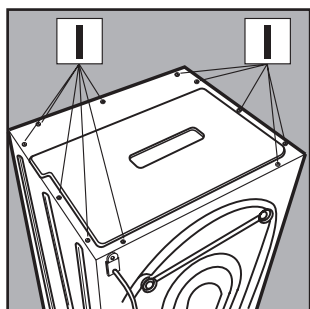

Fig. 13
2. Extraiga la tapa desenroscando los tornillos **I** [fig. 13].